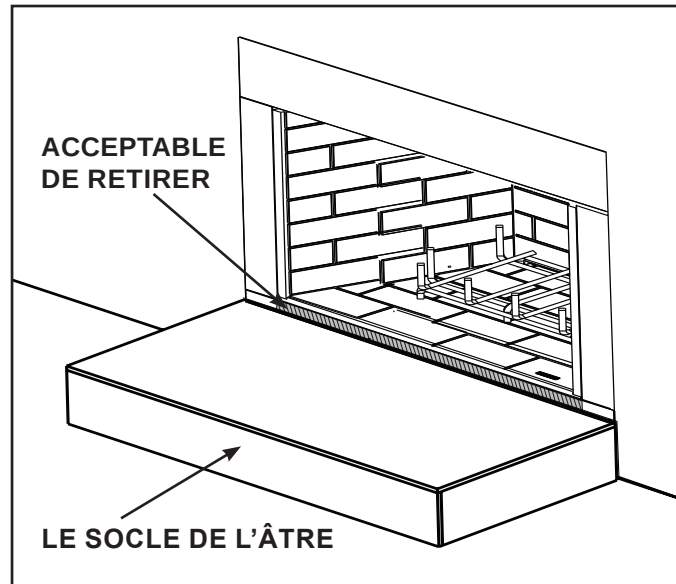

Figure 3.7 Boîte à feu à combustible solide
- Il est possible de retirer le rebord métallique qui dépasse de la plaque du socle de l'âtre de la boîte à feu à combustible solide. Voir la figure 3.7.